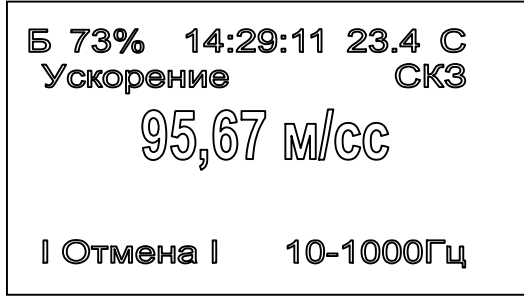
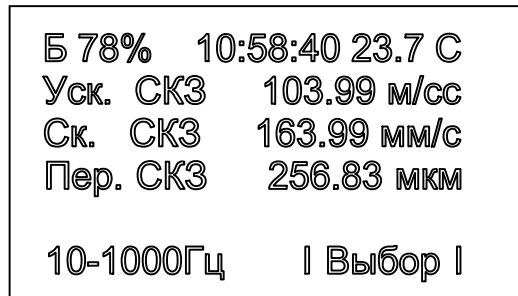

Рис. 20
Рис. 21
<p>5.3.1.5. Виброметр непрерывно измеряет три параметра вибрации: виброускорение, виброскорость и виброперемещение. Однако, для удобства работы пользователя в промышленных условиях предусмотрена возможность вызова на дисплей в данный момент времени только одного из контролируемых параметров вибрации, (например, ускорения) так называемый режим индикации одного вибропараметра (рис.20). При этом значение измеряемого параметра отображается на дисплее крупным шрифтом.</p>
При переключения на картинку рис.20 символ выделения в базовом режиме должен находиться на строке "Уск. СКЗ".
5.3.1.6. Из состояния виброметра отображенного на рис.20 клавишей "—" (левая) можно перейти к базовому режиму измерения вибропара метров (рис. 21).
5.3.3.1. Для установки пороговых значений вибропараметров из состояния базового режима работы виброметра (рис. 21) нажать клавишу "Меню" и в подменю выбрать пункт "Пороговые значения".